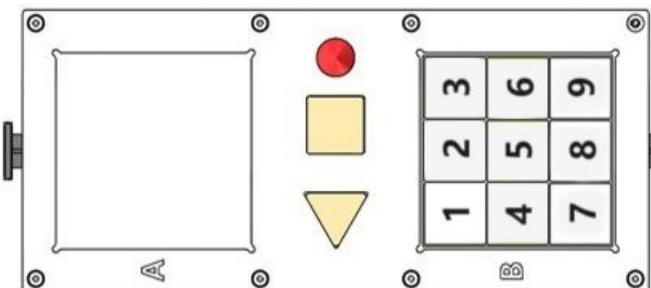

图 3-4 工件摆放位置示意图
(1) 运行前，将 9 个黄色方形工件（尺寸：30×30×20mm）（如图 3-1 所示）摆放在码垛模块 A 区（如图 3-4 所示）。
(2) 将操作面板的“模式开关”切换到“手动”模式，工业机器人切换到“AUT”模式，运行已编写好的程序。
(4) 准确抓取码垛模块 A 区摆放的黄色工件，并放置到码垛模块 B 区 1 号位 (如图 3-4 所示)。
(5) 重复以上第 4 步动作，共完成 9 个工件的搬运码垛后 (按 1-4-7-2-5-8-3-6-9) 的顺序码放到码垛模块 B 区，如图 3-4 所示)，工业机器人将单吸盘夹具放回来具库，工业机器人回安全点 (六个关节角度 J1-J6 分别为 0° 、 -90° 、 90° 、 0° 、 90° 、 0° ，即 5 轴垂直朝下)，流程结束。